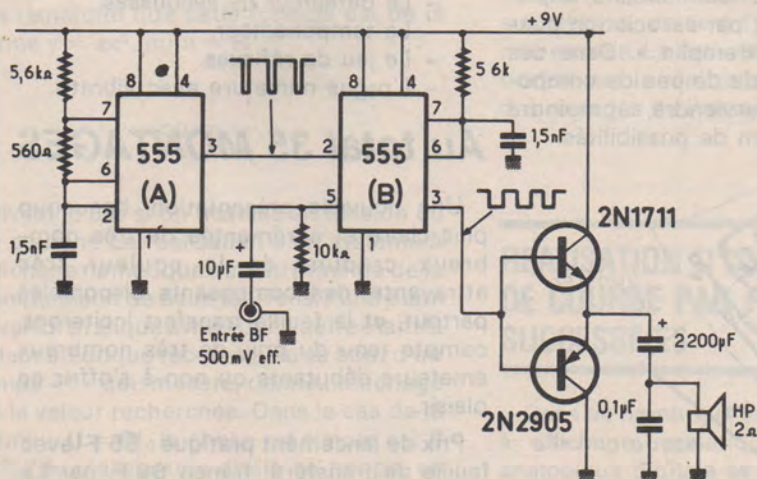
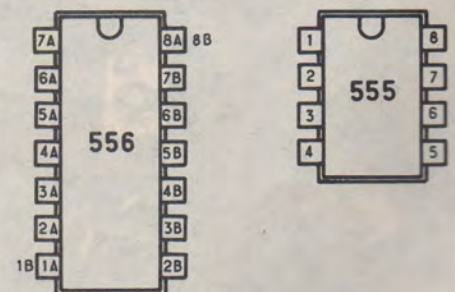
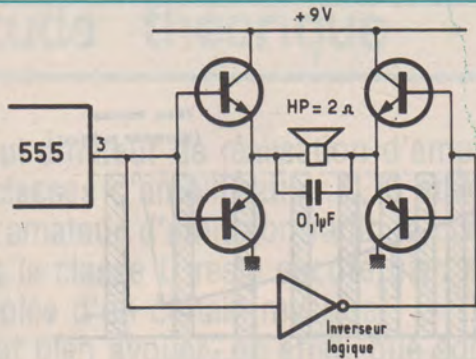
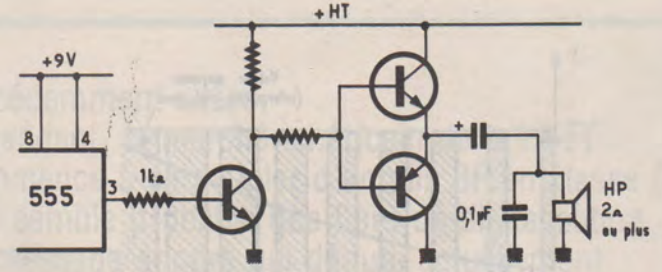

Figure 3 : Montage d'expérimentation de l'amplificateur en classe D.
Figure 4 : Correspondance entre un 556 et deux 555 (A et B).
Figure 5 : Montage permettant de quadrupler la puissance de sortie.
Figure 6 : Utilisation d'un étage de sortie alimenté sous une tension élevée.
Notre montage de démonstration, représenté **figure 3**, fait appel à deux circuits intégrés aussi courants que possible (555) qui peuvent être remplacés par un seul 556 (double 555), d'après les indications de la **figure 4**.
La figure 5 donne un schéma permettant de quadrupler la puissance, réduite, que peut fournir le montage de la figure 3, alors que la figure 6 montre la facilité avec laquelle on peut piloter avec le 555 alimenté sous 9 V un étage alimenté sous une tension élevée, qui n'est en fait limitée que par les possibilités des transistors utilisés. Lorsque de fortes puissances sont nécessaires, il est fréquent de faire appel à des